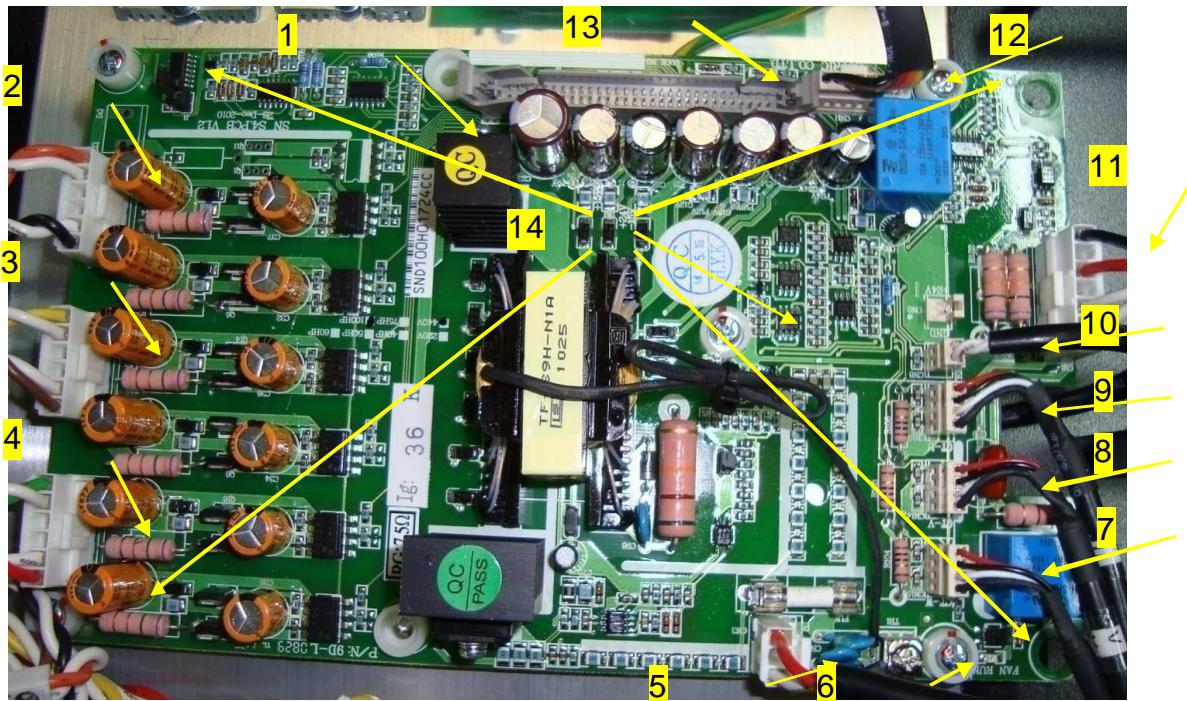

Рис. 7.6
7.8.1. Установить плату драйверов 1 на ее посадочное место и закрепить пятью винтами M4 (рис. 7.6).